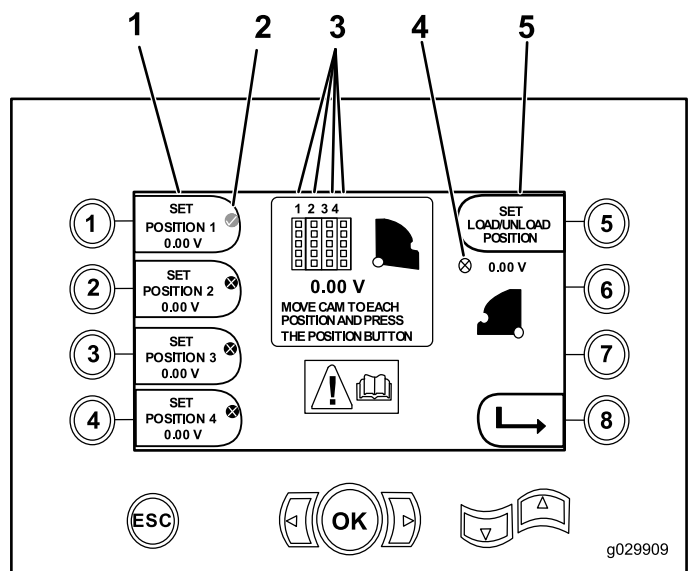

Рисунок 18
- Кнопка 1 – установка положения 1 (Рисунок 18)
- Кнопка 2 – установка положения 2 (Рисунок 18)
- Кнопка 3 – установка положения 3 (Рисунок 18)
- Кнопка 4 – установка положения 4 (Рисунок 18)
Чтобы установить положение загрузки или разгрузки, нажмите кнопку 5 (Рисунок 18).